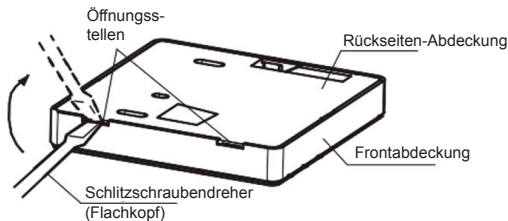

Abb. 2
2.3.1 Fügen Sie einen Schlitzschraubenzieher in die Öffnungsstellen unten am Steuergerät ein und heben Sie die hintere Abdeckung an. (Achten Sie auf die Heberichtung: Bei unrichtigem Anheben beschädigen Sie die Abdeckung!) (Abb. 2).